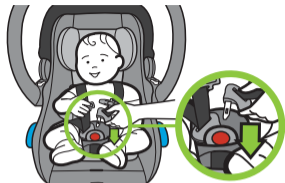

Figure 17
- Insérez les languettes de la boucle dans la boucle, une à la fois, tel qu'illustré à la **Figure 17**. Vous devriez entendre un clic après avoir inséré chaque languette dans la boucle.